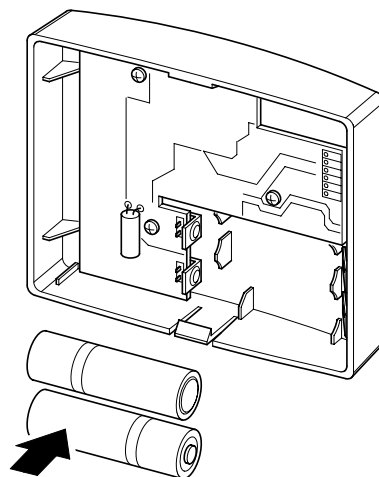

Fig. 18
- sostituire le batterie (Fig. 18) e rimontare il coperchio.
- replace the batteries (Fig. 18) and reassemble the cover.